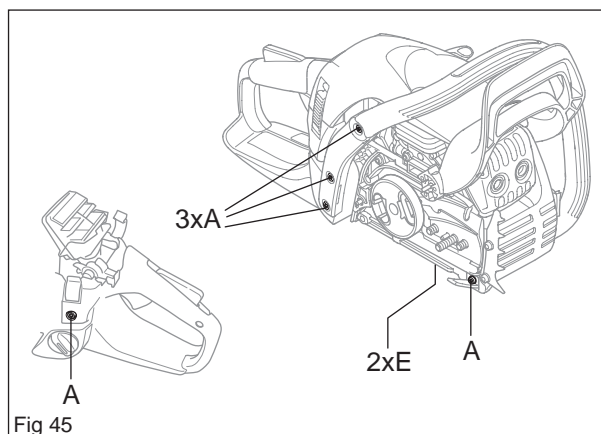

Fig 45
5. Démontez les vis (A et E). Détachez l'étrier de la poignée. (voir la figure 45)
3. Monter l'étrier de la poignée avec les vis (A et E). Serrer les vis selon le couple recommandé dans les données de maintenance (voir la figure 45)